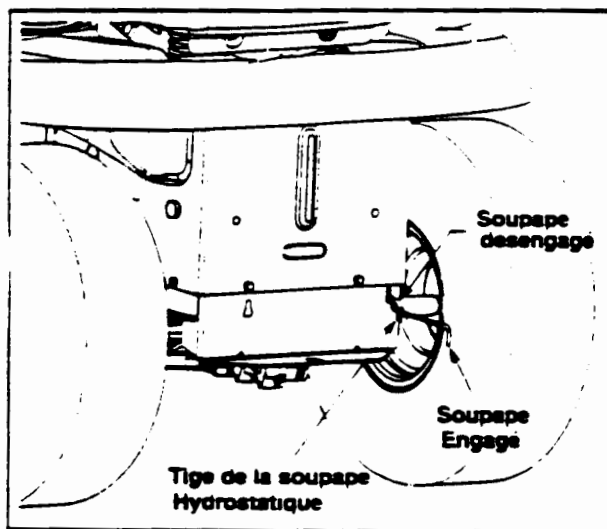

Figure 7
- Localisez la tige de la soupape hydrostatique de dérivation sur l'arrière du tracteur. Voir la figure 7.